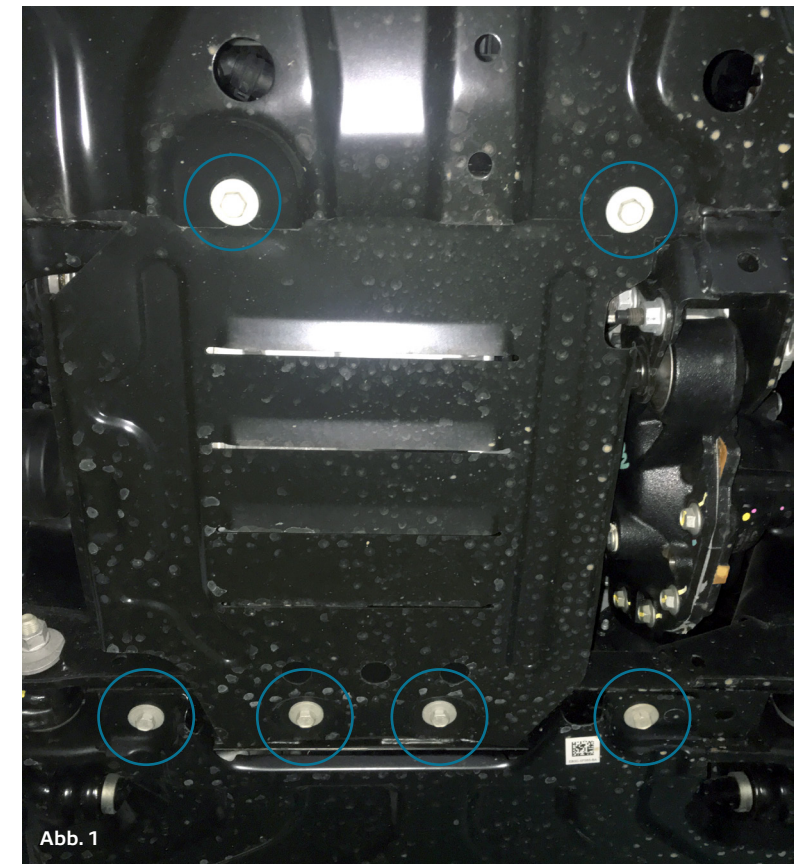

Abb. 1
- 1 Demontiere den originalen Unterfahrerschutz, dafür müssen die in Abb.1 markierten schrauben gelöst werden. ACHTUNG! Dieser Unterfahrerschutz kann nur in Kombination mit dem Unterfahrerschutz „HFORRASPRA01“ verbaut werden.
Demount the original skid plate, for this, the screws marked in Abb.1 must be loosened. ATTENTION! This skid plate can only be installed in combination with the skid plate „HFORRASPRA01“.